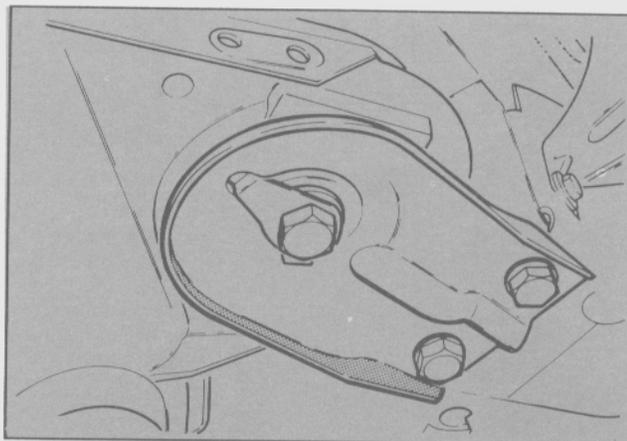

Fig. 31. Tornillos de fijación del plato de guía
- Enderezar la chapa-seguro y retirar el tornillo central del plato guía (Fig. 31).
- Retirar los dos tornillos de sujeción de la placa-guía (Fig. 31).